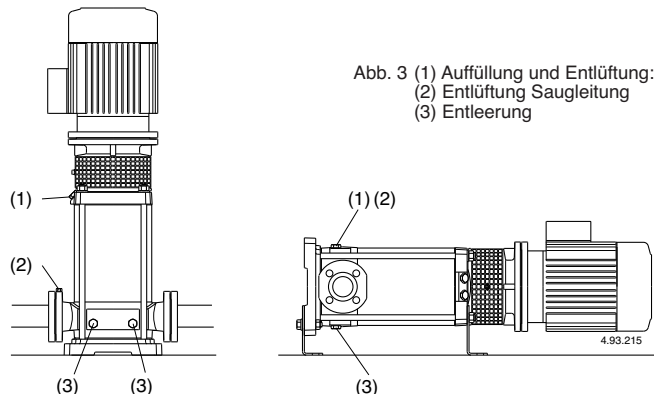

Abb. 3 (1) Auffüllung und Entlüftung;
Bei Installation der **Pumpe über dem Wasserspiegel** (Saugbetrieb, **Abb. 2A**) oder mit zur Öffnung des Rückschlagventils ungenügender Zulaufhöhe (weniger als 1 m) sind Saugleitung und Pumpe durch den Entlüftungsanschluß (1) zu füllen (**Abb. 3**)
(2) Entlüftung Saugleitung
(3) Entleerung
Bei senkrechter Installation ist während der Füllung die Verschlußschraube (2) abzunehmen, um die Saugseite zu entlüften. Nach Austritt der Flüssigkeit ist die Verschlußschraube (2) wieder einzusetzen. Die Füllung ist bis zum Flüssigkeitsaustritt aus Entlüftungsöffnung (1) auf dem oberen Deckel vorzunehmen. Pumpe vollständig entlüften, bevor die Verschlußschrauben (1) eingesetzt werden. Bei horizontaler Installation erfolgt die Füllung und die Entlüftung über die Öffnungen (1) auf dem Pumpengehäuse (14.00). Wenn der **Wasserspiegel auf der Saugseite oberhalb der Pumpe** ist (Zulaufbetrieb, **Abb. 2B**) Absperrschieber in der Zulaufleitung langsam und vollständig öffnen um die Pumpe zu füllen. Dabei Schieber in der Druckleitung und die Entlüftungsöffnungen (1) (2) (**Abb. 3**) öffnen, damit die Luft entweichen kann.
**Während der Auffüllung sind die Entlüftungsöffnungen (1) (2) nur dann offen zu lassen, wenn die ankommende Flüssigkeit hinsichtlich ihrer Natur bei Temperatur und Druck nicht gefährlich ist.**
Entlüftungsöffnungen (1) (2) schließen (**Abb. 3**). Die Pumpe mit geschlossenem Druckleitungs-Absperrschieber und mit vollständig geöffnetem Zulauf- bzw. Saugleitungs-Absperrschieber starten. Sofort danach langsam den Druckleitungs-Schieber öffnen und den Betriebspunkt innerhalb der auf dem Typenschild angegebenen Grenzwerte einstellen.
Tritt ein Verlust der Wasserförderung (Unterbrechung des Förderflusses trotz offenen Absperrschiebers) bzw. eine vom Druckmaßgerät angezeigte Druckschwankung auf, ist die Entlüftung der Saugseite (2) zu wiederholen, sind die Anschlüsse der Saugleitung auf Dichtheit zu überprüfen und sind der Entlüftungs- (2) und die Entleerungs-Verschlußschrauben (3) auf der Saugseite anzuziehen (**Abb. 3**).
Die Pumpe sollte wie im Fall von zeitweiser Förderung von verschmutzten Flüssigkeiten im Anschluß kurz mit sauberem Wasser durchgespült werden, um Ablagerungen zu beseitigen. Oder es ist nach der Entleerung eine Wäsche vorzunehmen, indem sauberes Wasser (wenigstens 40 Liter) in die Auffüllöffnung (1) Druckseite gegeben wird und aus der Entleerungsöffnung (3) Saugseite austritt (**Abb. 3**).
**Wird die Pumpe nicht eingesetzt, so muß sie bei Frostgefahr vollständig entleert werden.** Beide Verschlußschrauben (14.12) abnehmen (Pos. 3, **Abb. 3**).
Vor der Demontage die Absperrorgane in der Zulauf- bzw. Saug- und der Druckleitung schließen und das Pumpengehäuse entleeren (**Abb. 3**).